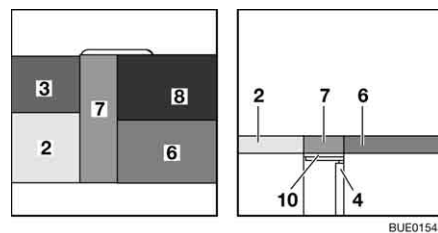

Fig. 141 Après la transformation
- Poser le coussin de dossier (Fig. 141,8) sur la table devant le coussin d'assise (Fig. 141,6).
- Poser le coussin de dossier (Fig. 141,3) sur la rallonge du siège Vario devant le coussin d'assise (Fig. 141,2).